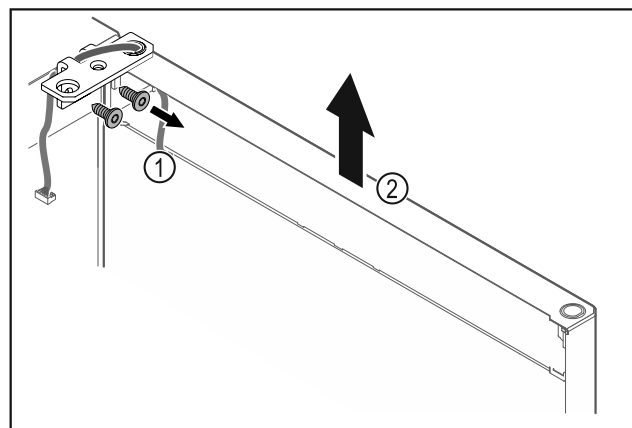

Fig. 24
- Развинтете ъгъла на пантата Fig. 24 (1).
- Повдигнете вратата заедно с ъгъла на пантата Fig. 24 (2) приблизително 200 mm право нагоре и я свалете.